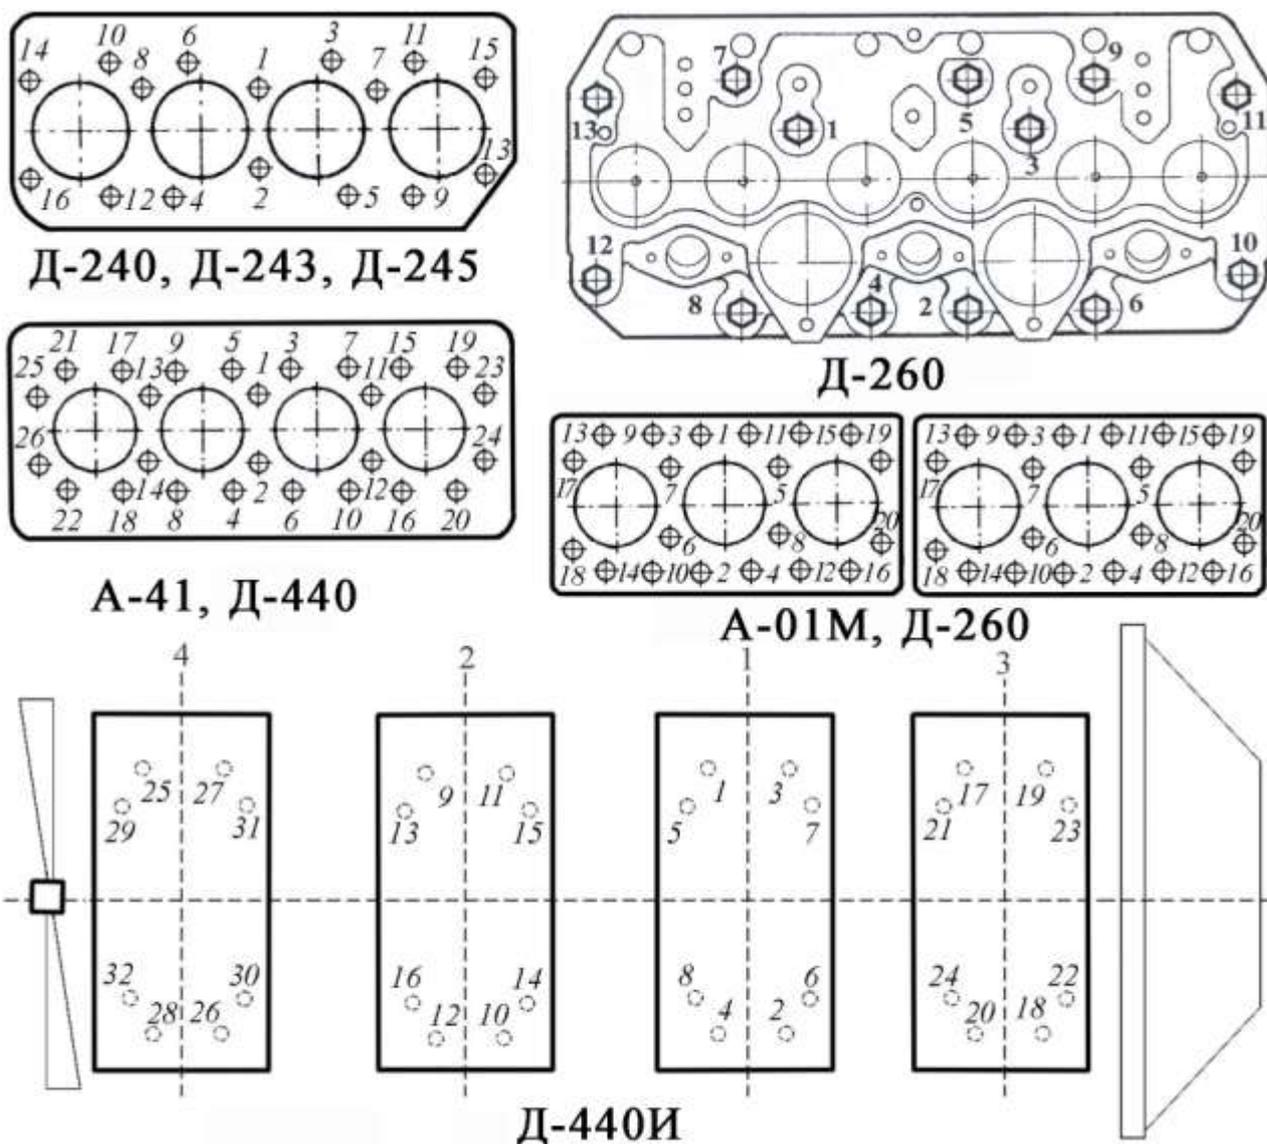

Рис. 1. Последовательность затяжки гаек (болтов) крепления головки блока цилиндров
1-2 грани за один приём). При этом необходимо строго соблюдать рекомендуемую величину момента затяжки (табл. П1) и определённую последовательность (рис. 1). Для двигателей с индивидуальными головками цилиндров порядок затяжки по цилиндрам 3-2-4-1.
11. Установите на место головку цилиндров, правильно уложив на блок её прокладку. Закрепите гайки шпилек головки цилиндров динамометрическим ключом в последовательности, показанной на рис. 1. Закрепите на головке цилиндров впускной и выпускной коллекторы. Вставьте штанги толкателей и закрепите на головке стойки с коромыслами и деталями декомпрессионного механизма (при его наличии).